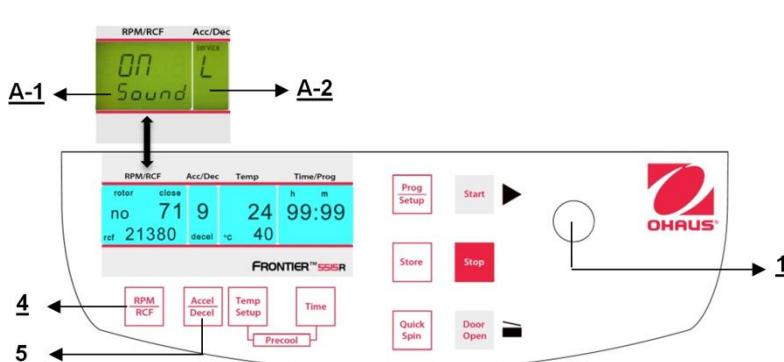

Figure. 33
Poursuivre conformément à la description du paragraphe 4.1.1 pour entrer dans ce mode de programme et appuyer ensuite sur la touche "Accel/Decel" (5). Sur l'affichage "Acc/Dec" (A-2), le mot "Service" clignote. Sélectionner maintenant la lettre "U" avec le bouton de réglage (1). Ceci entraîne l'apparition des mots "Vol=0-9/Sound" sur l'affichage "RPM | RCF" (A-1). Après avoir appuyé sur la touche "RPM | RCF" (4), l'utilisateur peut régler le volume désiré entre 0 (faible) et 9 (fort) avec le bouton de réglage (1) (voir la figure 33).